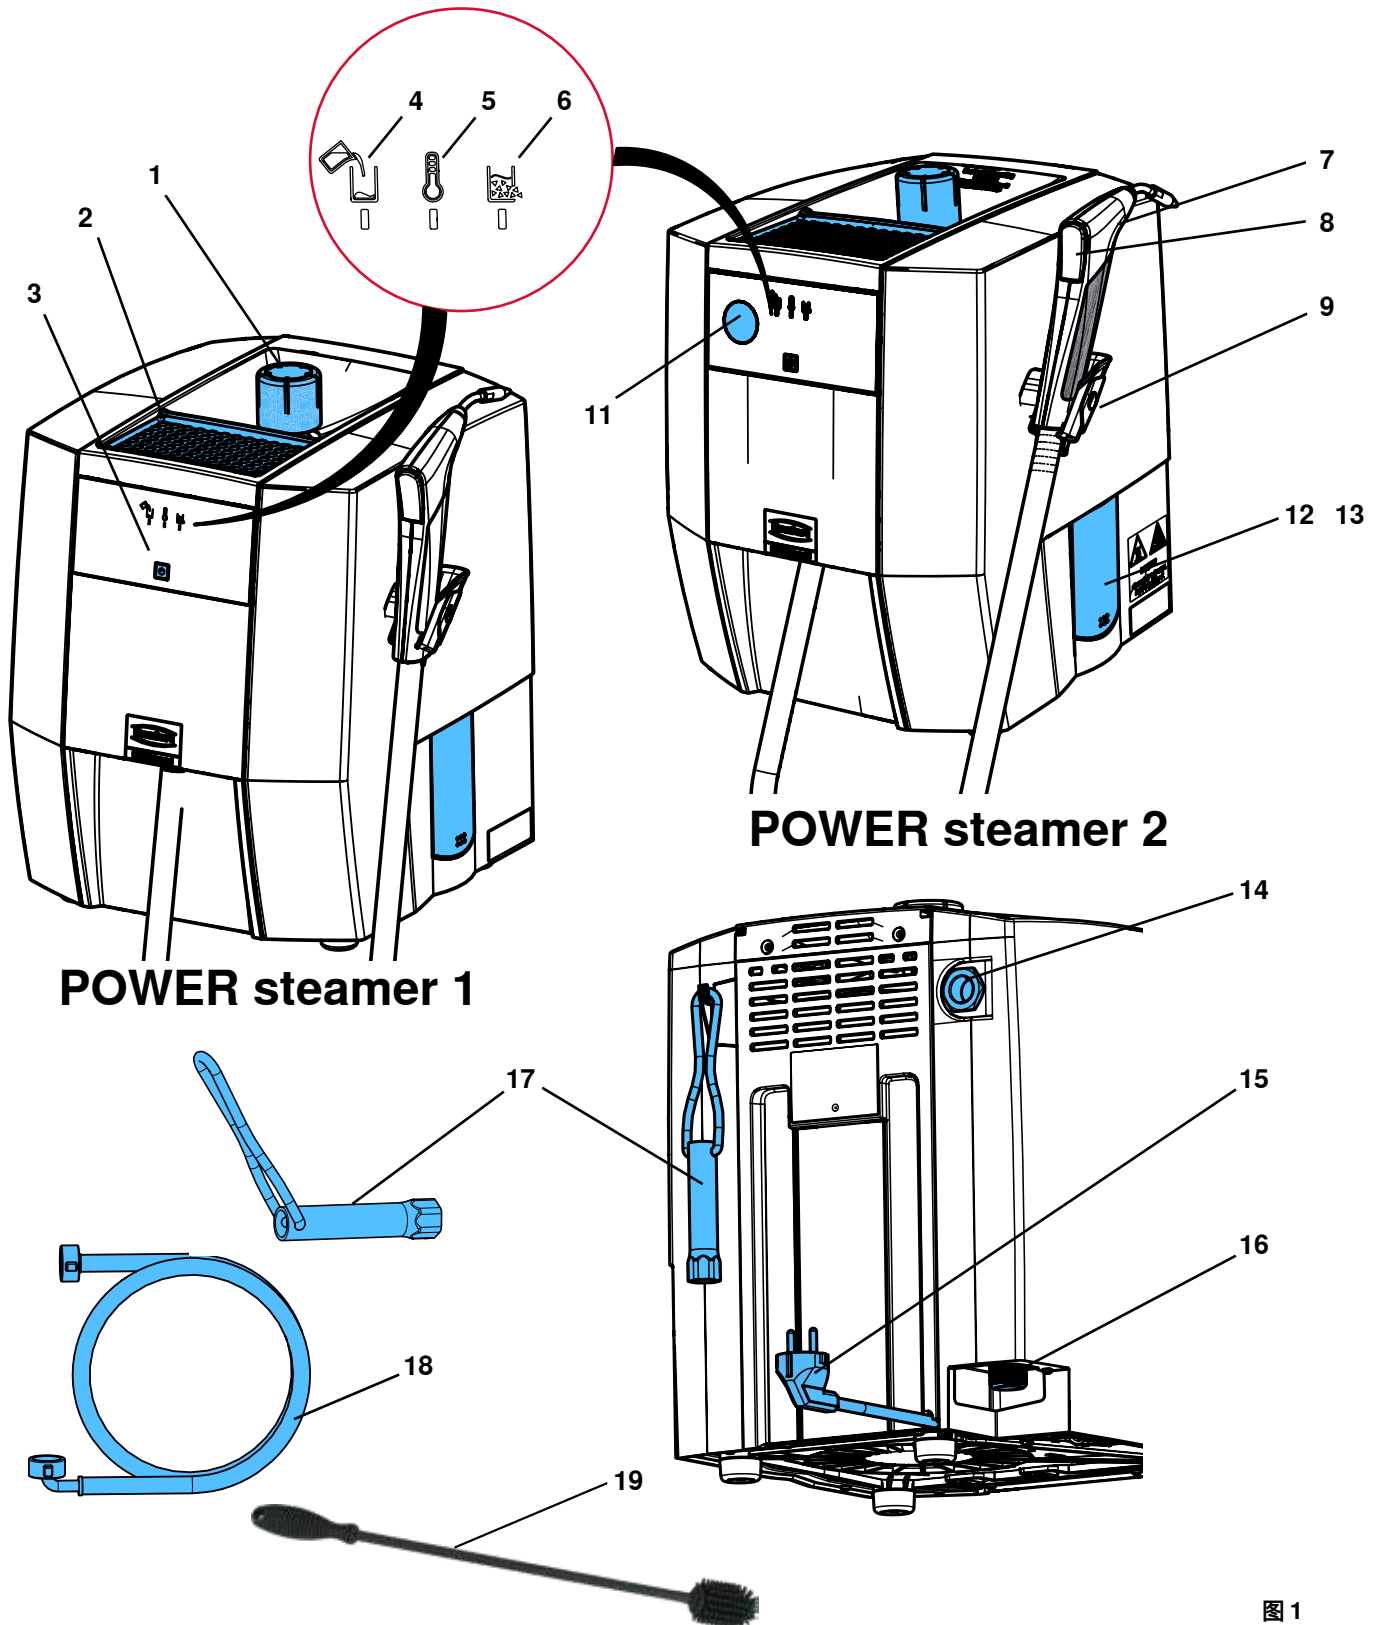

图 1
- ▶ 放置好机器, 让蒸汽可以没有风险地从超压阀的出口排出。(14, 图1)。
石膏模型或包埋材模型可以放在模型托盘上晾干（图 1， 2）。
⇒ 拧入罐盖（图1， 1）。
**放置好机器，让蒸汽可以没有风险地从超压阀(图1, 14)的出口排出。例如，不要将机器放在电源插座前面；**
**不能关闭或堵塞超压阀的出口(图1, 14)。**
**有加压蒸汽造成的危险!** 在打开维修盖之前, 请确保压力罐没再加压。为此, 请打开罐盖 (图1, 1) 并卸下。
⇒ 放置好机器, 使水可以从维修口 (图1, 12/13) 流入水槽。